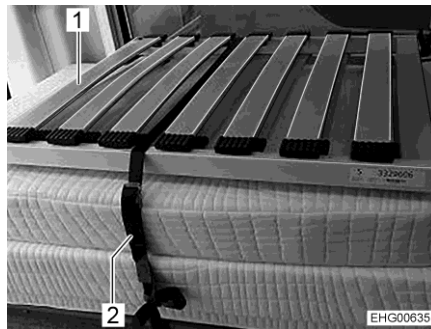

Bild 37 Heckbett (Transportstellung)
- Sicherungsgurt (Bild 37,2) lösen.
- Bettroste (Bild 37,1) hintereinander über dem Mittelgang ablegen (auf den Leisten am Unterschrank).
- Die Polster und Bettroste wie in Bild 37 dargestellt auf dem linken Unterschrank stapeln.
- Die Polster und Bettroste mit Sicherungsgurt (Bild 37,2) sichern. Dazu den Sicherungsgurt durch die vorgesehenen Ösen ziehen und in einer Schlaufe um die Polster und Bettroste legen.